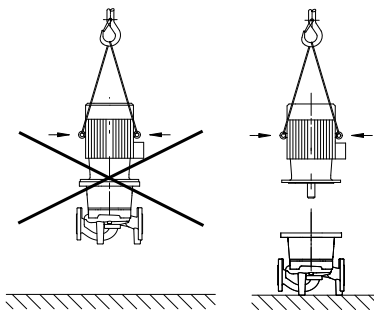

Fig. 20 : Transport du moteur
- N'utiliser les œillets de levage que pour le transport du moteur et non de la pompe complète (fig. 20).